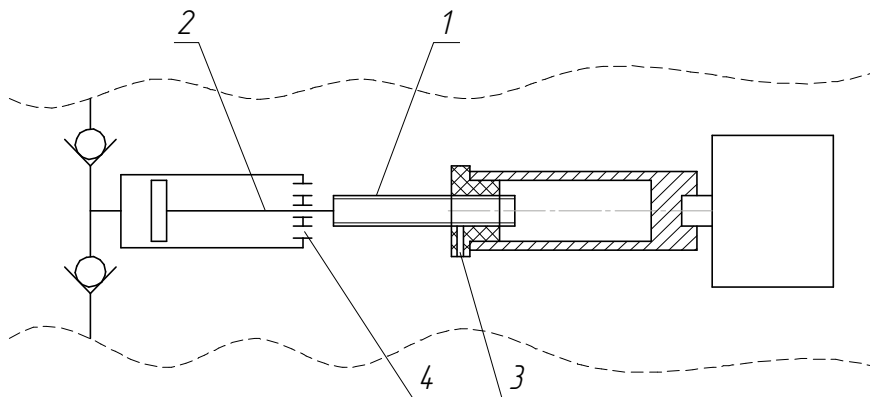

Рис. 5.
8.3.2 Необходимо чистой, мягкой ветошью удалить старую смазку с шарико-винтовых пар 1 (рис. 5), штоков поршней 2.